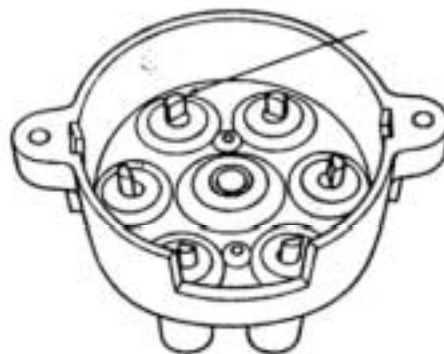

Figure 3.3.8
2. Inspecter les plots en cuivre pour d'éventuelles traces d'usure. Remplacer le bloc si nécessaire. En fonctionnement normal, un transfert électricité-métal s'opère entre les plots d'électrode et l'électrode centrale du distributeur. Ceci est normal et ne peut pas être la cause de rejet. (Voir figure 3.3.8)
2. Vérifier qu'il n'y a pas de jeu au doigt d'électrode. L'électrode doit tenir solidement à l'arbre lorsqu'elle est testée par une légère pression du doigt. Du jeu entraînerait le changement du bloc et du pignon (Voir figure 3.3.8.A)